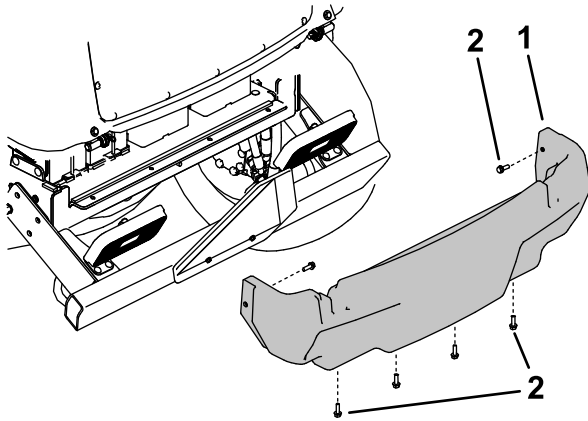

Figura 109
5. Rimuovete le 6 viti flangiate che fissano la copertura posteriore al telaio e rimuovete la copertura posteriore (Figura 109).
4. Montate la copertura posteriore (Figura 109).